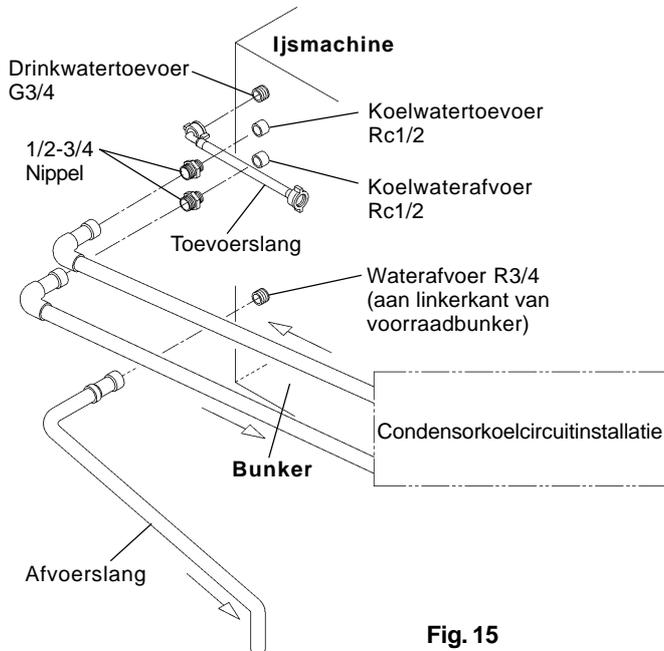

Fig. 15
* Hoshizaki raadt aan om de watergekoelde condenser aan te sluiten op een hercirculerend koelsysteem met gesloten circuit, met een toren, waterkoeler of een gelijksoortige installatie (zie fig. 15 en 16). Watersuppletie moet via een kogelklep-/mengvat plaatsvinden.
[a] Standaard aansluitingen volgens WRC-voorschriften in G.B. (fig. 15 en 16)
3) Bevestig de grijze buigzame afvoerslang (accessoire) aan de R3/4 aansluiting op de achterkant van de ijsblokjesmachine zoals aangegeven (fig. 15), waarbij u controleert of de rubber afdichtingsring is aangebracht voordat u de aansluiting handvast aandraait. Deze buis kan zondig op lengte worden gesneden voor een correcte aansluiting op de hoofdafvoer.
5) Sluit het condensorkoelcircuit aan op de vrije uiteinden van 1/2-3/4-nippels zoals aangegeven (fig. 15) met behulp van een onbuigzame pijp.